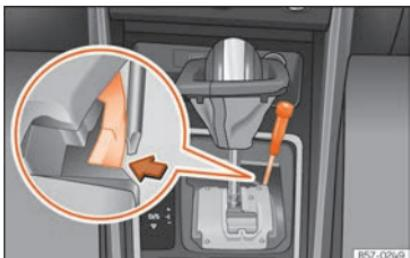

Fig. 143 Palanca selectora: desbloqueo de emergencia en la posición de aparcamiento.
- Con ayuda de la parte plana de un destornillador, presione lateralmente la pestaña amarilla y manténgala presionada **» fig. 143**.